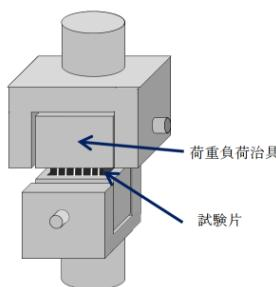

図1 フラットワイズ試験
- 高温特性評価　スキン材とコア材の接着強度測定のために、図1に示すフラットワイズ引張試験を、常温から300°Cの測定温度域で実施しました。また、パネルの曲げ特性として、曲げ剛性、および曲げ強度を同様の温度域で試験を実施しました。